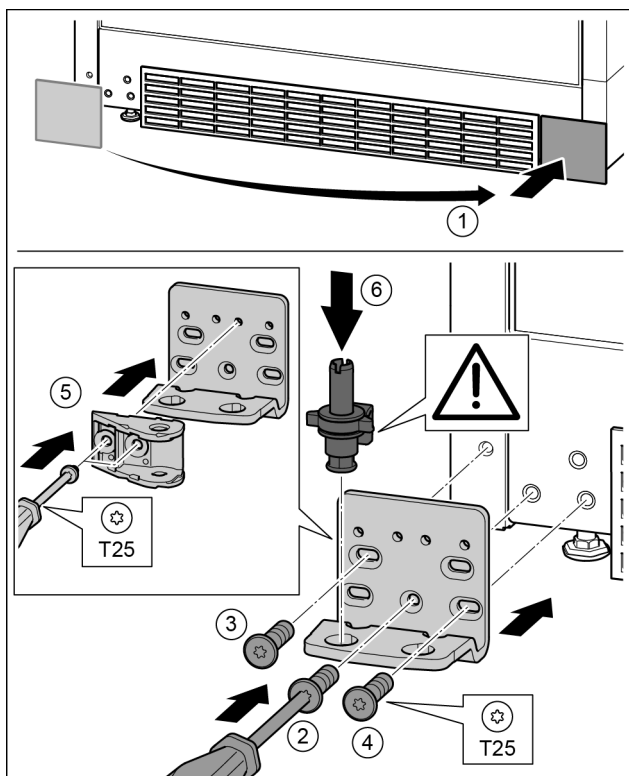

Fig. 31
- ▶ Zdjąć osłonę i założyć z drugiej strony. Fig. 31 (1)
- ▶ Płytkę zawiasu założyć z drugiej strony i przykręcić przy pomocy śrubokręta T25. Rozpocząć śruby 2 dolnej umieszczonej na środku. Fig. 31 (2)
- ▶ Dokręcić śrubę 3 i 4. Fig. 31 (3, 4)
- ▶ Połączenie amortyzatora zamykania obrócić o 180°. Przykręcić z drugiej strony płytki zawiasu przy pomocy śrubokręta T25. Fig. 31 (5)
- ▶ Założyć cały sworzeń płytki zawiasu. Przy tym zwrócić uwagę, by krzywka zatraskowa wskazywała do tyłu. Fig. 31 (6)